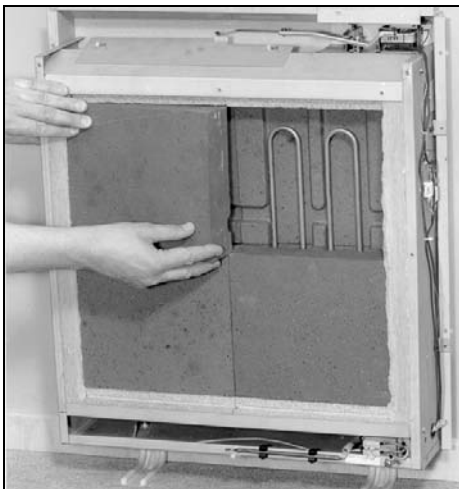

Fig.20
- Hintere Steinsäule komplett aufbauen. Rohrheizkörper wieder einsetzen (Fig.20). **Achten Sie darauf, dass die Anschlüssen dabei nicht beschädigt werden und frei in den dafür vorgesehenen Durchbrüchen der unteren Wärmedämmung liegen!**
Vordere Steinsäule komplett aufbauen (Fig.20).